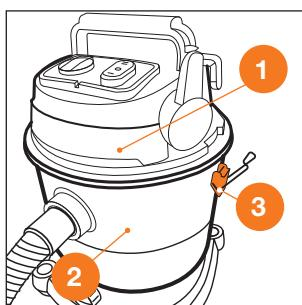

Рис. 12
6. Соедините крышку ① и бак ② с помощью фиксатора ③ (Рис. 12).